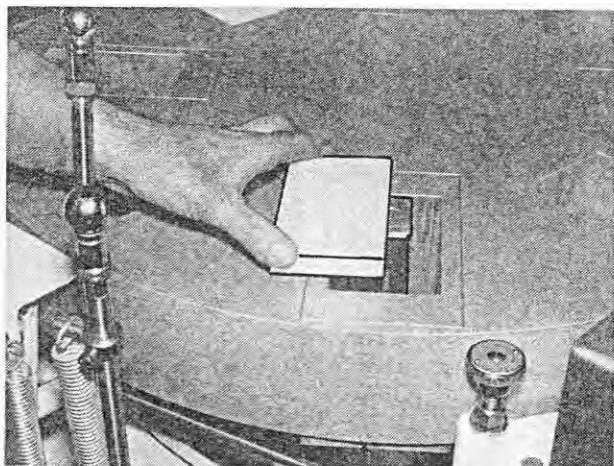

Fig. 155
19. Pull the cell bottom off the guide rod (Figure 155).